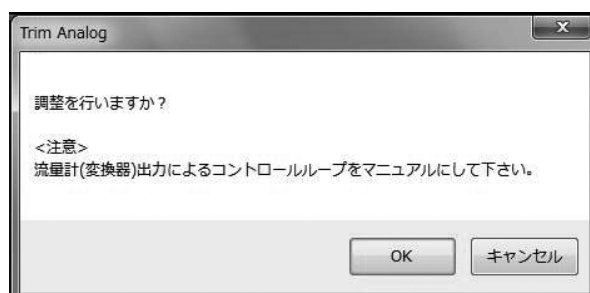

図3-70
- ③ 「OK」ボタンをクリックすると、メッセージボックス（図3-70）が表示されます。アナログ出力の調整を行う場合は「OK」ボタンをクリックしてください。
「OK」ボタンをクリックすると、同じように図3-70 が表示されます。アナログ出力の調整を行う場合は「OK」ボタンをクリックしてください。さらに「OK」ボタンをクリックし、調整を開始します。負荷抵抗RL の両端に測定器（基準電圧計）を接続してください。